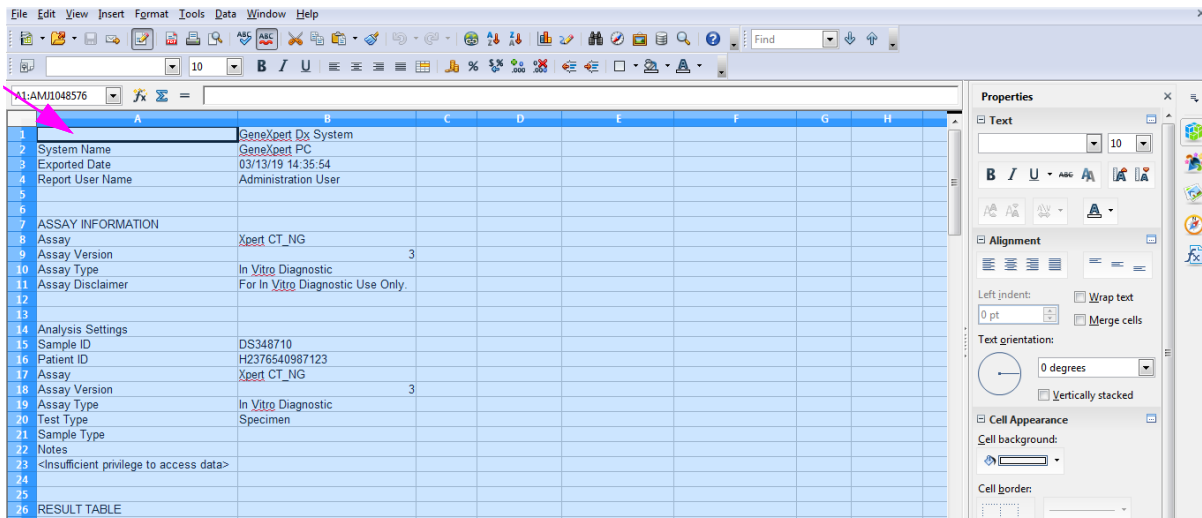

Figura 5-65. Todas las celdas seleccionadas
4. Una vez abierto el archivo, haga clic en la esquina superior izquierda de la hoja de cálculo para resaltar todas las celdas, como se muestra en la figura 5-65.